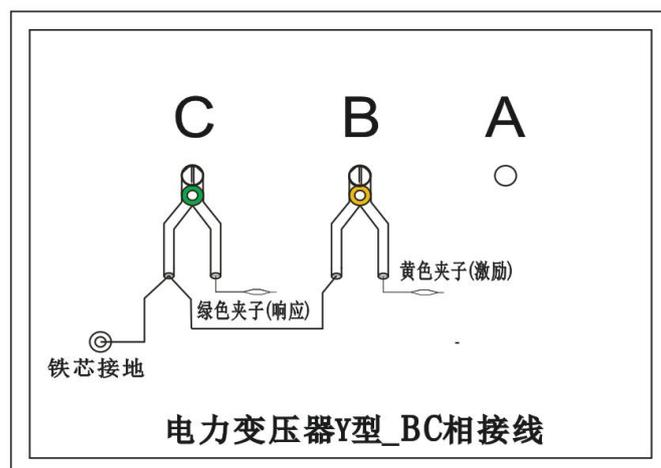

图 8
3.2.4 以上接线完成对三相 Y 形的 BC 相测量接线，如图 8。